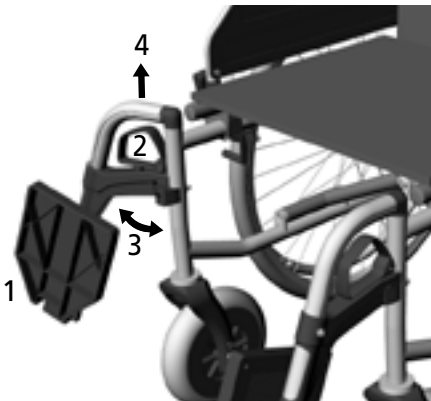

bild 9
2. Dra låshandtaget uppåt (2, bild 9).
3. Sväng benstödet åt sidan (3, bild 9).
4. Om du vill avlägsna benstöden: Greppa benstöden i rörets vågräta del och dra benstödet uppåt ur röret (4, bild 9).